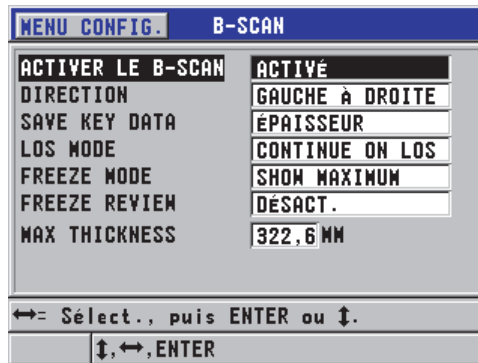

Figure 9-4 Modification des paramètres B-scan
Vous pouvez configurer le B-scan dans l'écran **B-SCAN** (voir la Figure 9-4 à la page 174). Vous y accédez en appuyant sur la touche **[SETUP]**, en sélectionnant **B-SCAN** dans le menu.
1. Dans l'écran **B-SCAN** (voir la Figure 9-4 à la page 174), réglez **SAVE KEY DATA** à **THK + B-SCAN**.